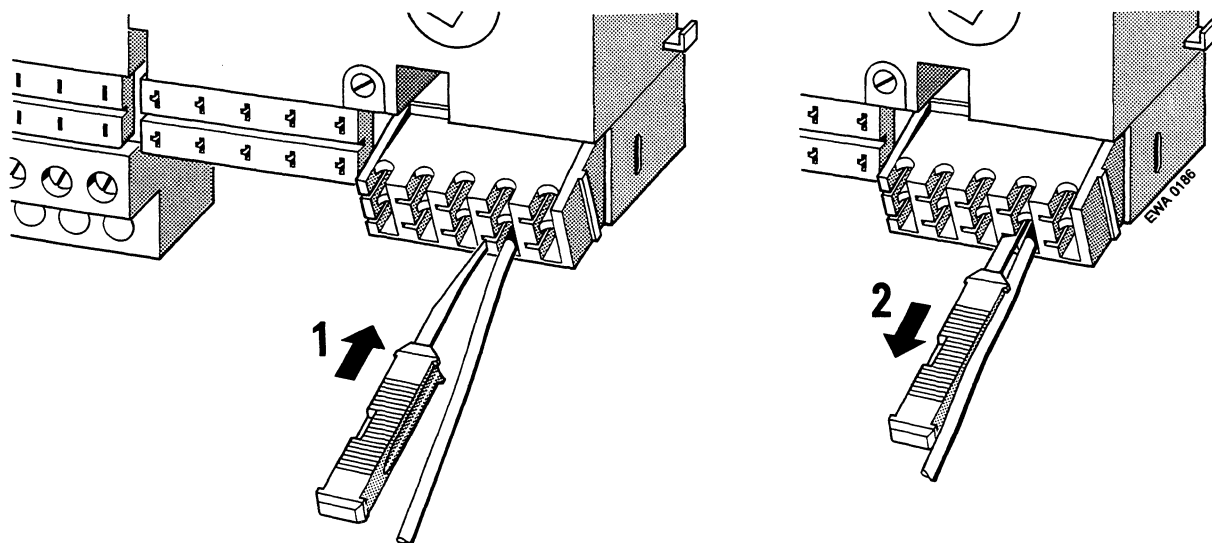

Fig. 3.10 Extraction d'un clip
- ▶ Amener le bornier dans la position indiquée par la figure 3.10.